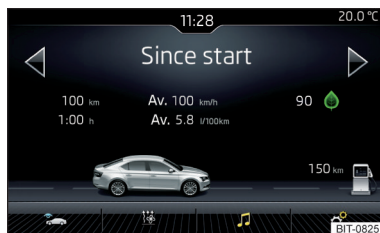

Fig. 254
- Atingeți tasta/ câmpul sensibil / → , se afișează meniul principal cu următoarele suprafețe de comandă funcții » fig. 254.